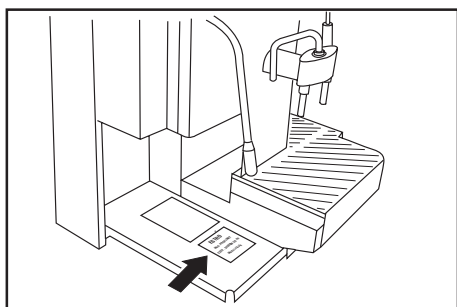
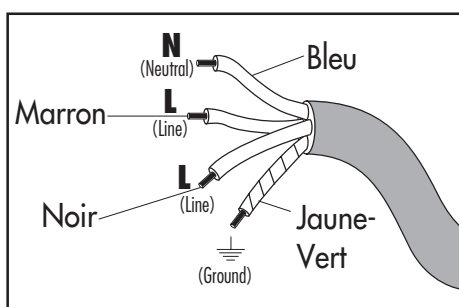

Fig. 1
Fig. 2
- Brancher la machine à une ligne de tension adéquate (voir plaque signalétique placée sous le tiroir des marcs de café)(fig.1): en suivant le schéma indiqué (fig.2):